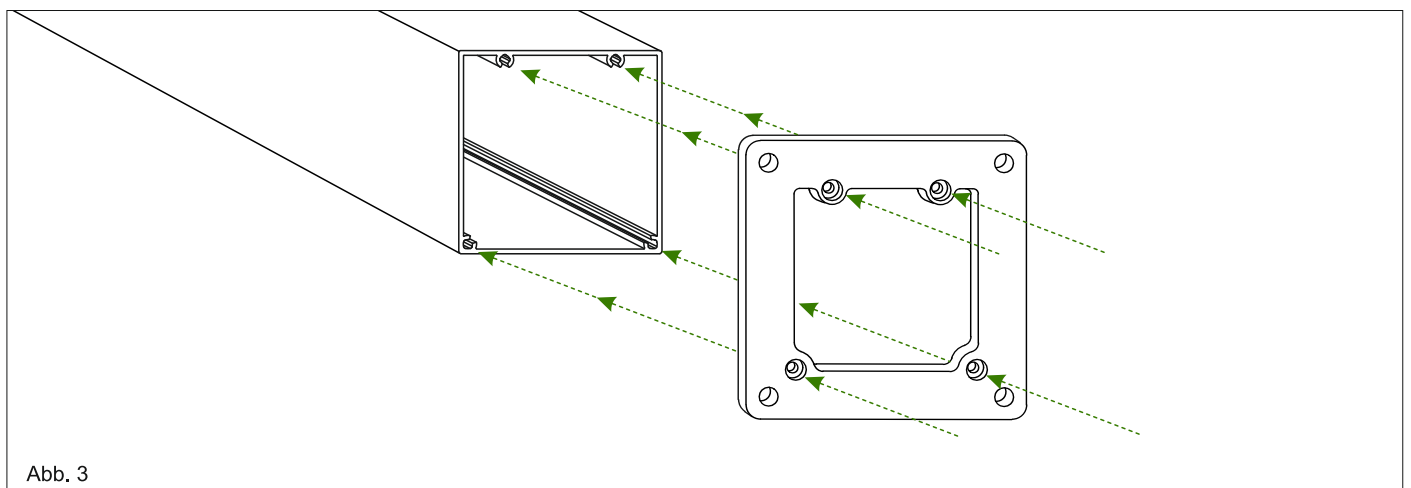

Abb. 3
B) 1b. Verschrauben Sie die Montageplatte mit den mitgelieferten Schrauben an dem Pfostenfuß fest. Siehe Abb. 3.